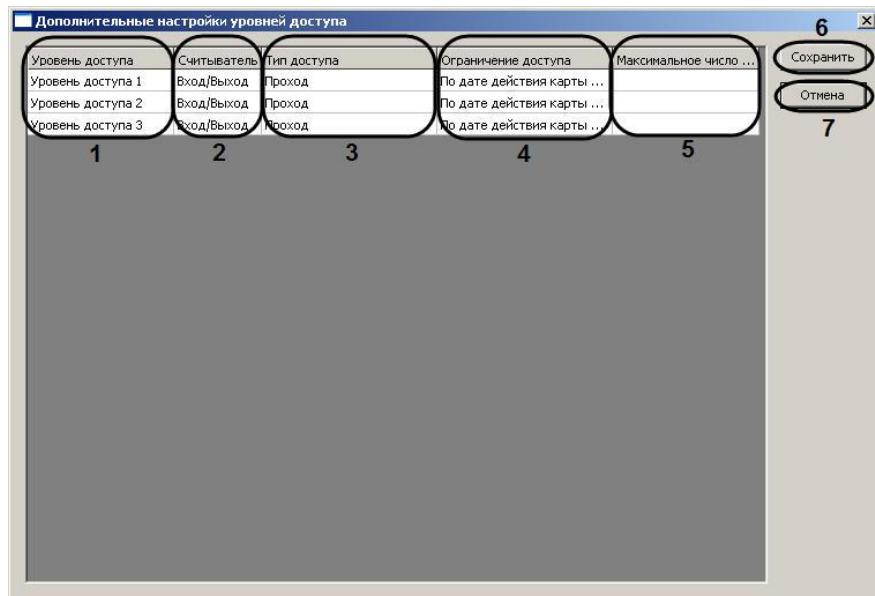

Рис. 3.3—35 Дополнительные настройки уровней доступа
2. В результате выполнения данной операции откроется окно **Дополнительные настройки уровней доступа** (Рис. 3.3—35).
3. В столбце **Уровень доступа** отображаются названия тех зарегистрированных в ПК *Интеллект* уровней доступа, которые были записаны в соответствующий контроллер L4D/L5D(см. Рис. 3.3—35, 1).
4. Из раскрывающегося списка **Считыватель** (см. Рис. 3.3—35, 2) выбрать режим работы считывателя на данном уровне доступа:
5. Из раскрывающегося списка **Тип доступа** выбрать тип доступа (см. Рис. 3.3—35, 3), который требуется использовать на данном уровне доступа: